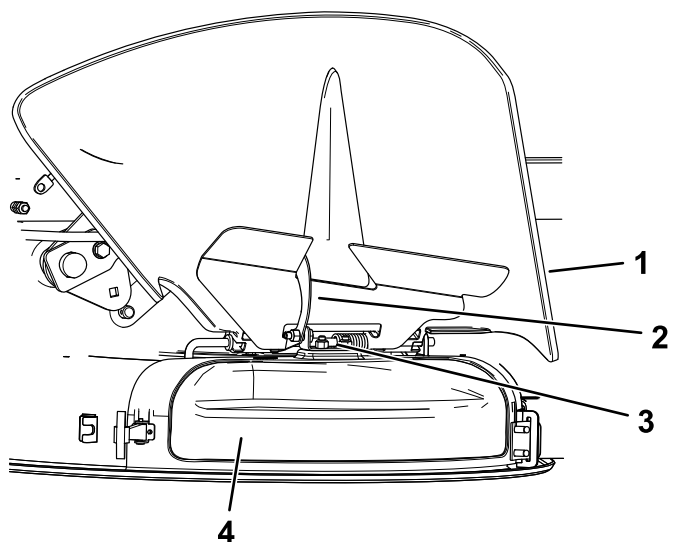

図 15
4. 排出口カバー上部についているフック状のラッチを、ピボットロッドから外す 図 15。
5. 排出口カバーの上部のフック形のラッチを、デフレクタアセンブリのピボットロッドに取り付ける図 15。